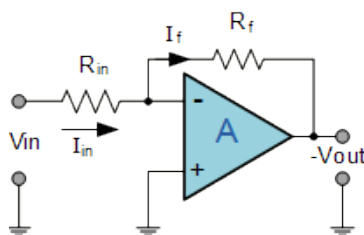

Figura 12: *AOP en configuración de amplificador inversor.*
1. Monta o circuíto amplificador inversor da Figura 12 cunha ganancia de 10 (emprega resistencias do orden de $\text{k}\Omega$) e con alimentación bipolar entre $+10\text{ V}$ e -10 V .